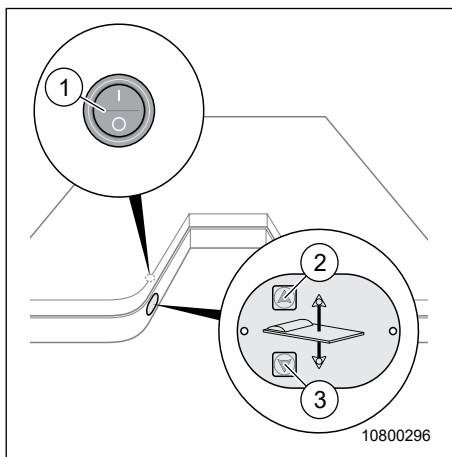

Fig. 68 Commutateur au lit de pavillon
4. Appuyer sur la touche (Fig. 68, pos. 3) et la maintenir appuyée. Abaisser complètement le lit de pavillon jusqu'à son support.
2. Appuyer sur la touche (Fig. 68, pos. 2) et la maintenir appuyée. Déplacer le lit de pavillon vers le haut jusqu'en butée.
L'interrupteur principal du lit de pavillon se trouve au verso du panneau de commande (Fig. 68, pos. 1).